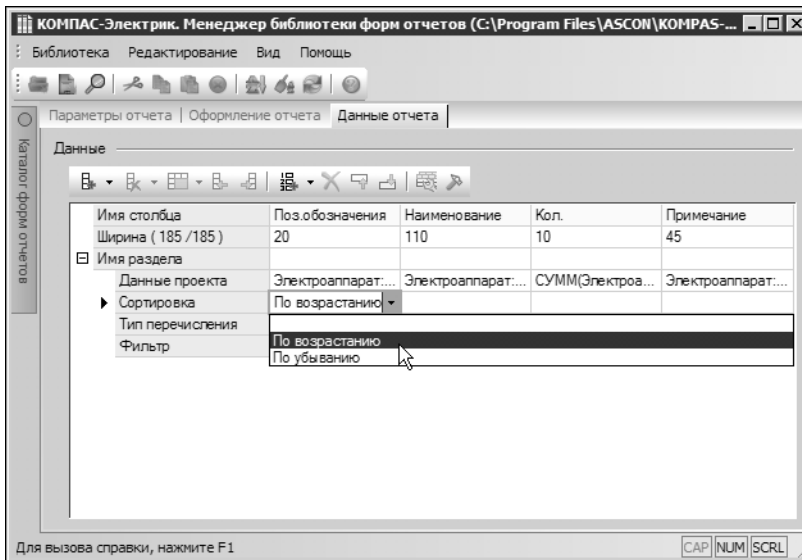

Рис. 14.23. Выбор сортировки
- Чтобы строки в отчете были отсортированы по позиционному обозначению электроаппаратов, щелкните в ячейке *Поз. обозначение* строки **Сортировка**, нажмите кнопку с треугольником в правом углу ячейки. Выберите вариант сортировки — *По возрастанию* (рис.14.23).